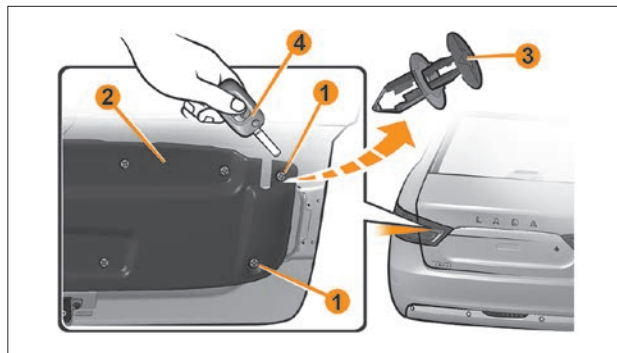

Рис. 14. Замена ламп света заднего хода и габаритного огня на наружном фонаре
- расфиксировать два крайних держателя **1** (рис. 14) обивки багажника **2**. Держатель обивки представляет собой конструкцию из неподвижного основания и подвижного фиксирующего «грибка» **3** (рис. 14). В поднятом состоянии «грибка» держатель расфиксирован;
- для расфиксации держателя обивки **3** (рис. 14) необходимо, например, лезвием ключа выключателя зажигания **4** (рис. 14) немного приподнять подвижную часть обеих держателей;